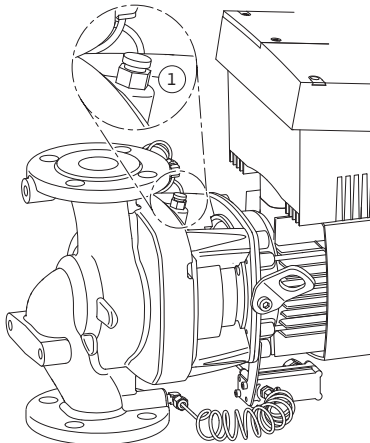

Fig. 45: Supapa de dezaerare
- Aerisiți pompele prin deschiderea supapelor de dezaerare (Fig. 45, Poz. 1). Funcționarea în gol distruge etanșarea mecanică a pompei. Este interzisă dezaerarea senzorului de presiune diferențială (pericol de distrugere).